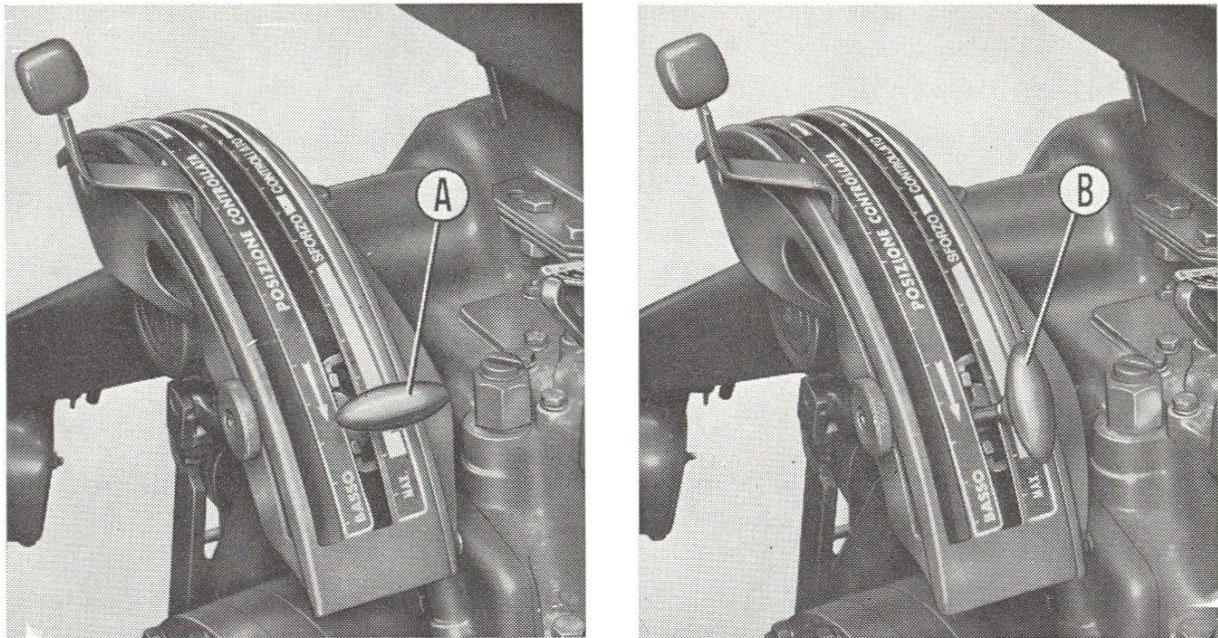

Fig. 16. - Rotation du levier de contrôle d'effort.
- avec sa manette transversalement à son propre secteur (**A**, fig. 16) ;
- avec sa manette en position longitudinale (**B**, fig. 16).
Au début du premier passage, terrer l'outil en déplaçant le levier de contrôle de position tout en bas. Aussitôt après rechercher la profondeur de travail désirée au moyen du levier de contrôle d'effort. Après que l'outil s'est stabilisé à la profondeur choisie, tourner la manette du levier de contrôle d'effort dans la position longitudinale (**B**, fig. 16) ; de cette façon le levier reste engagé sur son secteur mais peut quand même accomplir les petits déplacements qui seraient nécessaires pour corriger la profondeur de travail.